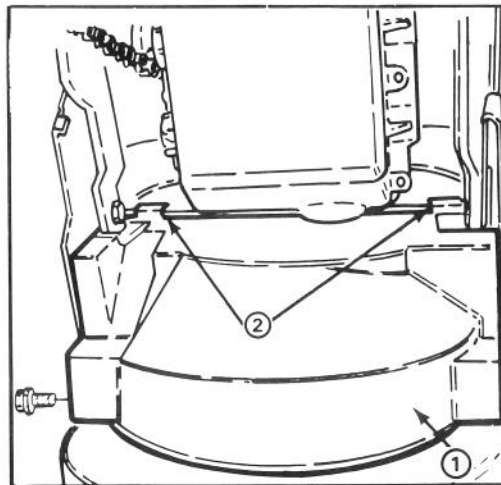

Abbildung 2
7. Untere Riemenabdeckung mit 2 1/4-20 x 1/2" Kopfschrauben an Unterseite des Räumgetriebegehäuses befestigen (Abb. 2). Sich überzeugen, daß die Riemenabdeckungs-Befestigungszungen hinten am Motorrahmenbefestigt sind.